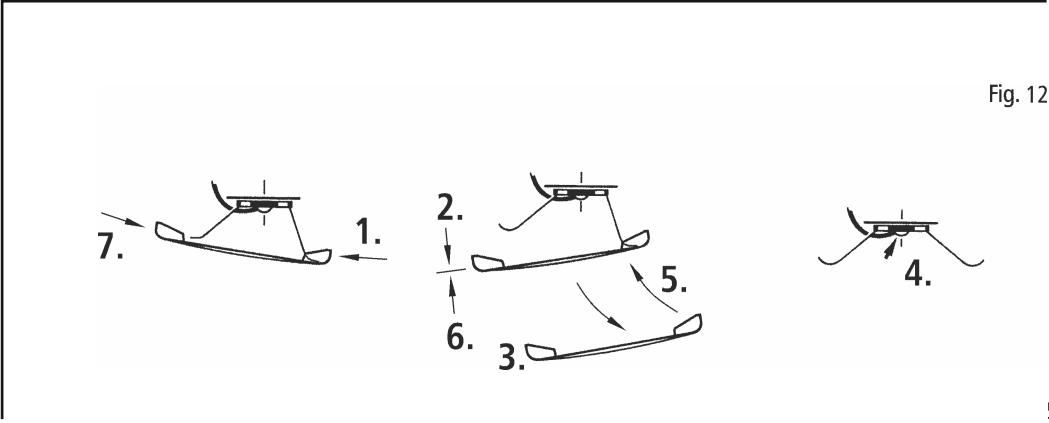
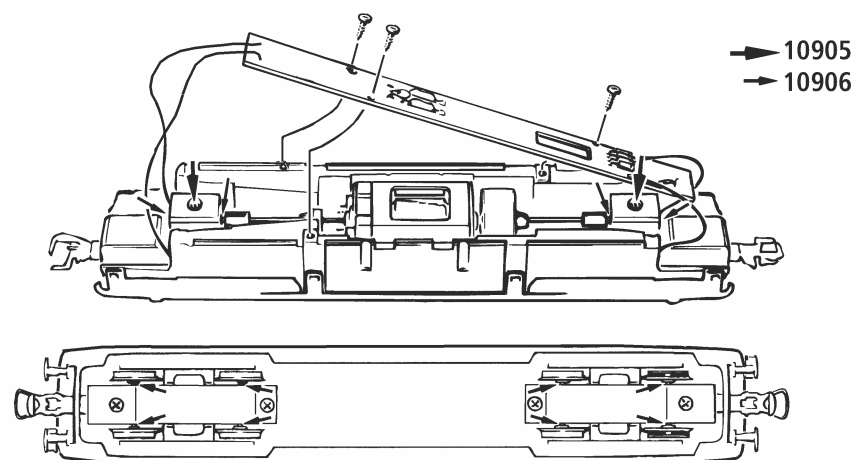

Fig. 6
Fig. 10
3. Haftreifenwechsel: Zuerst den Getriebedeckel abnehmen (Fig. 6). Danach den **Radsatz** herausnehmen und den **Haftreifen** mit einer Nadel oder einem feinen Schraubendreher abziehen (Fig. 10). Beim Aufziehen des neuen Haftreifens bitte darauf achten, dass dieser sich **nicht verdreht**.
3. Échange des bandages d'adhérence: Démontez d'abord **le couvercle du carter** des engrenages (fig. 6). Deloguez ensuite les essieux bandagés et enlevez, à l'aide d'une aiguille qu d'un tourne-vis fin les bandages d'adhérence (fig. 10). Lors du montage des nouveaux bandages veuillez à ce que les bandages **ne soient pas tordus**.
In the enclosed accessory bag you will find small kits to be fitted on your locomotive. Please **mount them cautiously**. For the original equipment of the buffer beam (fig. 2a) it is necessary to take off the gear cover (fig. 6) and to take out the coupling box.
3. Change of traction tyre: Remove gear cover (fig. 6). Take out **wheel set** and remove traction tyre using a pin or a fine screwdriver (fig. 10). When pressing on the new traction tyre please **avoid twisting it**.